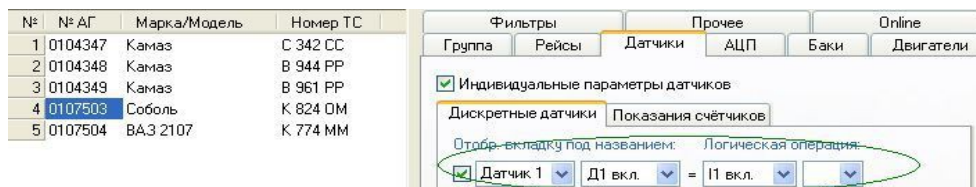

Рис. 2
- б) При выставлении параметров работы дискретных входов, следует пользоваться примером (Рис. 2).